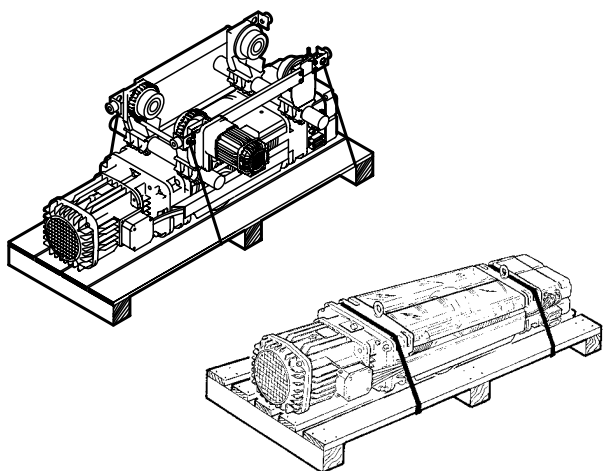

fig. 32
1. Dopo aver dotato il paranco a fune DRH, ove necessario, degli eventuali dispositivi mancanti (comandi), qualora il gruppo paranco/carrello DST/N (oppure DST/S) non fosse già disposto su bancale (pallet), provvedere a ciò di conseguenza, posizionandolo e legandolo solidamente in modo da garantirne la massima stabilità (fig. 32).